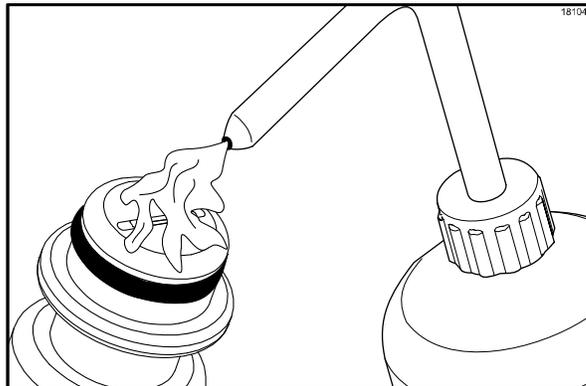

图 60
16. 在挤压瓶内加满消毒液，将瓶子保持在桶的上方。挤压瓶子并彻底冲洗每个糖浆鼻形管接头上的槽。（见图 60。）